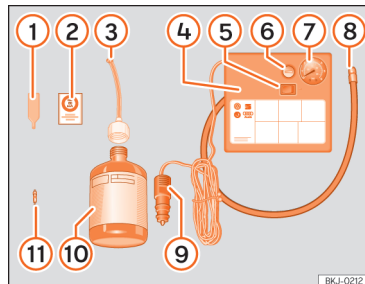

Abb. 199 Prinzipdarstellung: Bestandteile des Pannensets
Das Pannenset befindet sich im Gepäckraum unter dem Bodenbelag. Es besteht aus folgenden Bestandteilen >>> (**Abb. 199**):
- Ventilkappe und Ventileinsatz vom Reifenventil abschrauben. Verwenden Sie den Ventileinsatzdreher » » » **[Abb. 199]** ① zum Heraus-schrauben des Ventileinsatzes. Legen Sie den Ventileinsatz auf einem sauberen Untergrund ab.
» » » **[Abb. 199]** ⑩.
- Einfüllschlauch » » » **[Abb. 199]** ③ auf die Reifenfüllflasche schrauben. Die Folie am Verschluss wird automatisch durchstoßen.
- Verschlussstopfen vom Einfüllschlauch » » » **[Abb. 199]** ③ entfernen und das offene Schlauchende auf das Reifenventil schrauben.
- Ventileinsatz mit dem Ventileinsatzdreher » » » **[Abb. 199]** ① wieder in das Reifenventil schrauben.
- Reifenfüllschlauch » » » **[Abb. 199]** ⑧ des Luftkompressors fest auf das Reifenventil schrauben.
- Prüfen, ob die Luftablassschraube » » » **[Abb. 199]** ⑥ zuge dreht ist.
- Kabelstecker » » » **[Abb. 199]** ⑨ in eine 12-Volt-Steckdose des Fahrzeugs stecken
- Luftkompressor mit dem EIN-/AUS-Schalter » » » **[Abb. 199]** ⑤ einschalten.
- Kleben Sie den Aufkleber » » » **[Abb. 199]** ② im Sichtfeld des Fahrers auf das Kombi-Instrument.
» » **[Abb. 199]**  wieder an und lesen Sie den Reifenfülldruck an der Reifenfülldruckanzeige  ab.